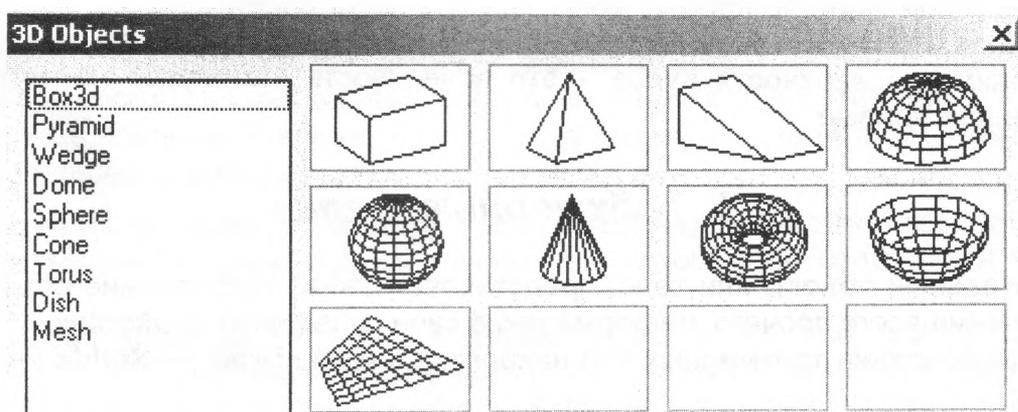

Рисунок 4.2
**Построение стандартной трёхмерной сети.** В AutoCAD можно создавать трёхмерные сети в форме параллелепипедов, конусов, чаш, куполов, решеток, пирамид, сфер, торов и клинов. Для создания такой сети выполните Draw → Surfaces → 3D Surfaces. В окне 3D Objects (рис. 4.2) выберите поверхность и нажмите кнопку ОК.